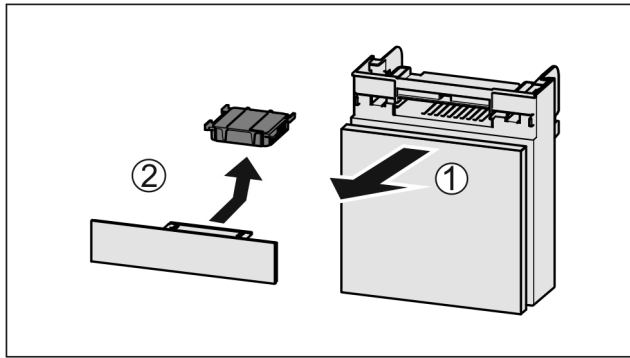

Fig. 158
- Estrarre il vano tirando in avanti Fig. 158 (1).
- Rimuovere il filtro a carboni attivi Fig. 158 (2).